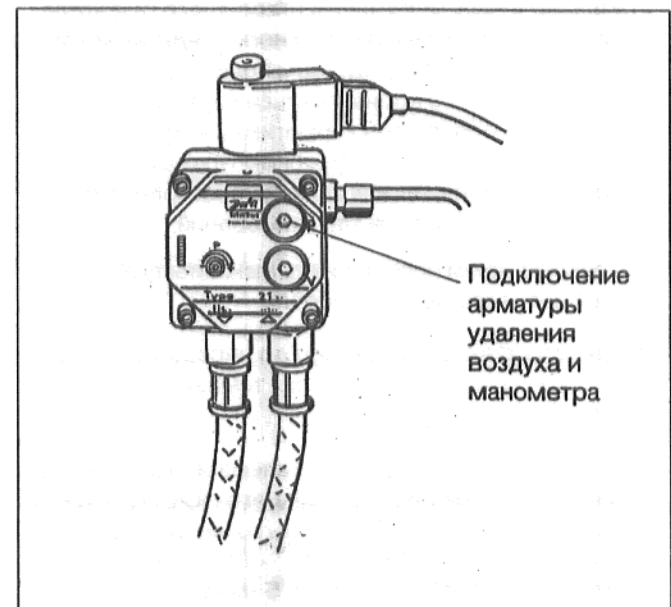

Рис.2: Насос Danfoss
- Ввинтить арматуру удаления воздуха с привинченным манометром в штуцер подключения манометра насоса и удалить воздух (удаление воздуха не разрешается производить при открытом магнитном клапане, рис. 2).